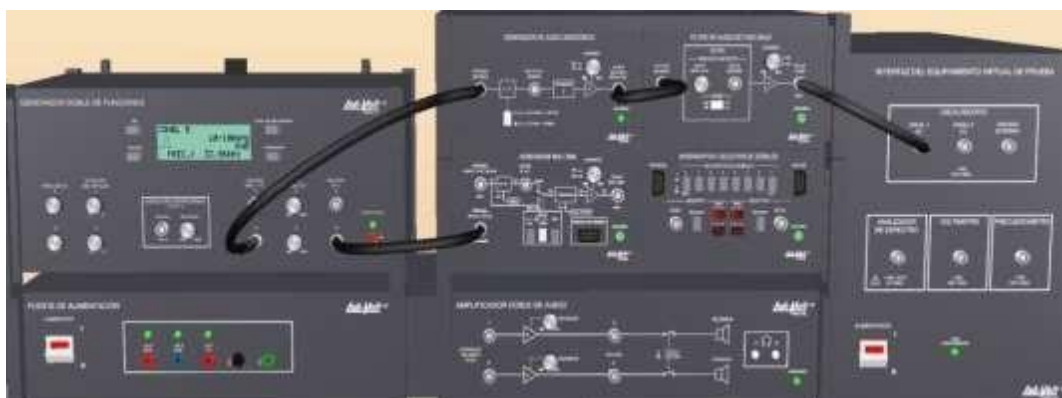

Figura 3.3
4. Realizar las conexiones cómo se muestra en la figura 3.3